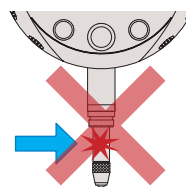

Fig. 2
1. Não movimente a ponta de contato rapidamente nem aplique força no sentido transversal, caso contrário, a exatidão dos resultados pode ser afetada de forma adversa. (**Fig. 2**)